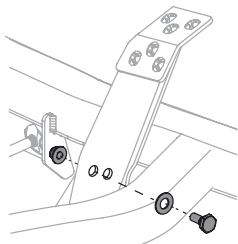

Figura 36
2. Retire el perno hexagonal, la arandela y la tuerca hexagonal cerca del centro del conjunto del pedal (Figura 36).
4. Vuelva a instalar el hardware que retiró anteriormente y apriete la tuerca a 28-35 pies-libras (38-47 N-m) (Figura 36).